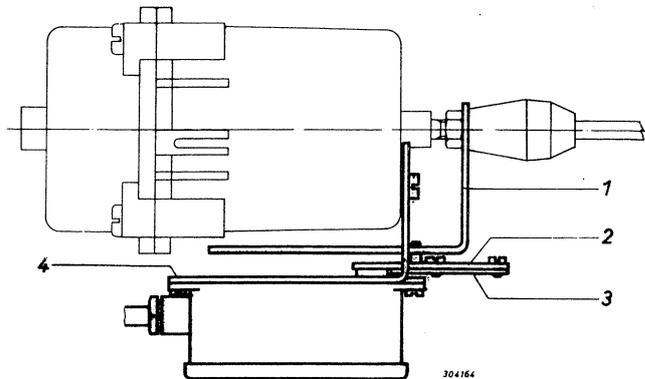

Fig. 1
**MONTAGE** (Fig. 1)
1. Fixer l'équerre (1) avec sa fente en biais entre l'accouplement et le contre-écrou
2. Mettre en position, comme le montre la figure, le levier (2) en tournant (friction) et fixer la bride avec sa goupille (3) dessus (la bride doit être à fleur avec la fin du levier).
3. Monter l'appareil sur l'équerre de montage (4) et fixer le tout sur le servomoteur de façon que la goupille soit engagée dans la fente en biais.